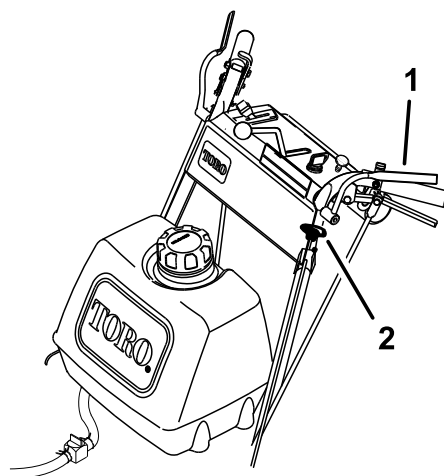

Figura 10
1. Apriete las palancas de control de presencia del operador contra las empuñaduras del manillar (Figura 10).
2. Tire hacia arriba del mando de control de las cuchillas (TDF) y sujete las palancas de control de presencia del operador contra las empuñaduras del manillar (Figura 10).